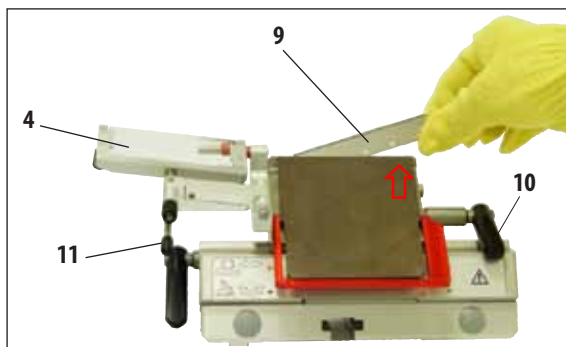

Fig. 3
1. Rabatați sistemul cu depărtător de incizie (4) spre stânga, prinzând de pârghia (11) (nu de șurubul de reglaj al depărtătorului de incizie), astfel încât înălțimea depărtătorului de incizie să nu se modifice (fig. 3).
2. Deschideți pârghia de strângere (10) prin rotire în sens antiorar (fig. 3).
3. Introduceți lama de incizie (9) cu precauție de sus sau din lateral între placa de apăsare și suprafața de așezare a lamei. Aveți în vedere ca lama de incizie să se așeze central și să stea uniform pe suportul cu umăr (a se vedea săgeata roșie din fig. 3).